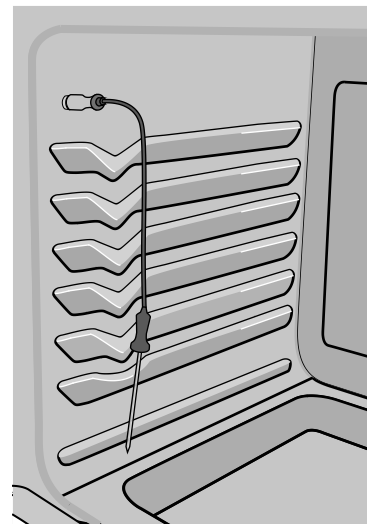

Fig. 2
2. Branchez la sonde COMPLÈTEMENT dans la prise réservée à cette dernière à l'intérieur du four (p. 30, fig. 2) et fermez la porte du four.